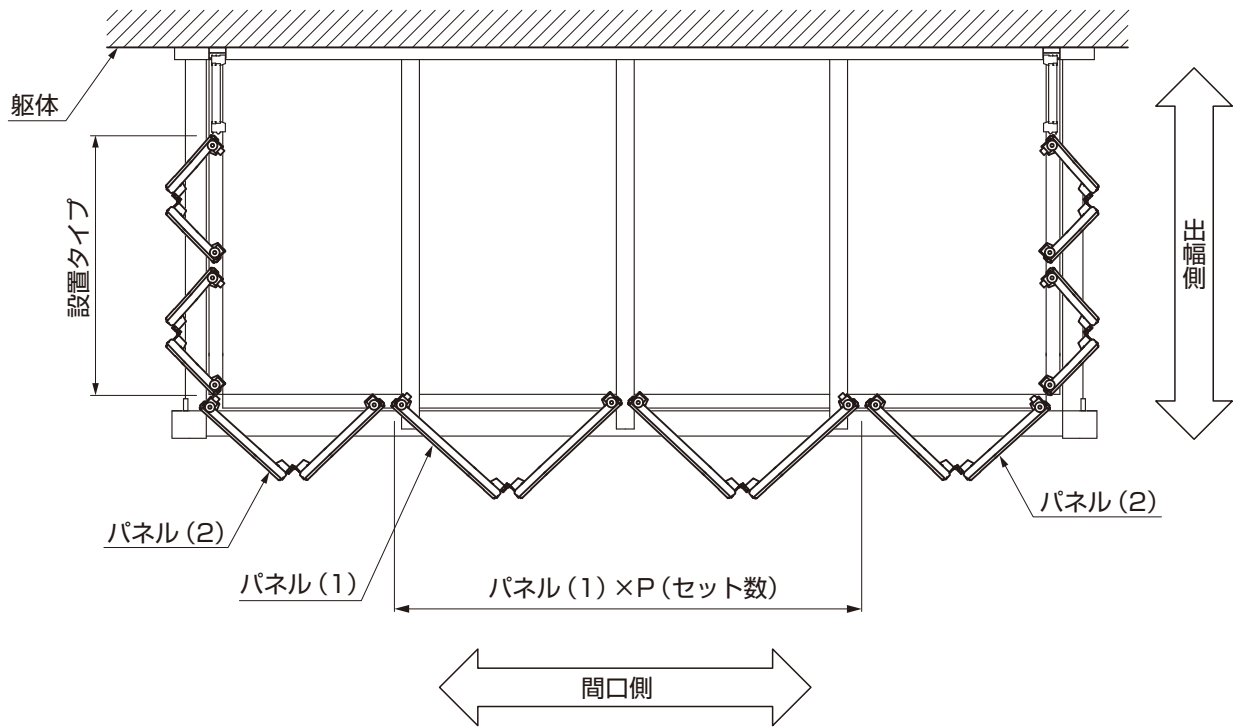

図2-1
①図2-1、表2-1、表2-2を参照して、スクリーンパネルを取付ける箇所の折り戸パネルのサイズを確認してください。